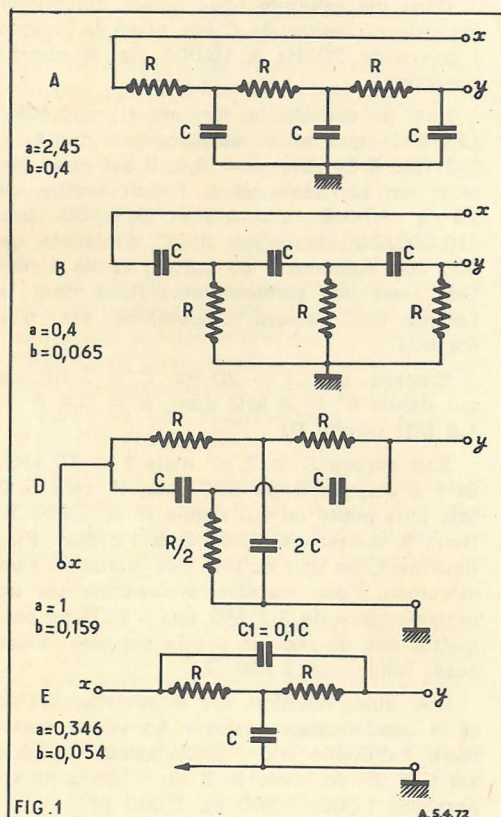

FIG. 1
FIG. 1 bis
Il y a deux circuits de déphasage : à résistances série et capacités shunt (voir figure 1A) et à capacités série et résistances shunt (voir figure 1 B).
Pour le circuit déphaseur à 3 capacités shunt et 3 résistances série (fig. 1 A) on a :  $a = 2,45$ . Pour le circuit à 3 résistances shunt et 3 capacités série (fig. 1 B) on a :  $a = 1/2,45$  ce qui donne  $a = 0,408$ , pratiquement  $a = 0,4$ . Lors du calcul, ne pas oublier  $2\pi = 6,28$  qui multiplie RC.
Dans ce cas, pour le montage à R série (fig. 1 A) on aura  $b = 2,45/6,28 = 0,405$  pratiquement 0,4 donc
Dans le cas du montage à R shunt (fig. 1 B) on aura  $b = 0,4/6,28 = 0,065$  d'où la formule :
Dans notre précédent article, pour le montage avec le déphaseur de la figure 1 B, on a établi expérimentalement, d'après les données d'un montage pratique, la formule  $f = a/(2\pi RC)$  avec  $a = 0,25$ . La formule donnée par les ouvrages théoriques indique  $a = 0,4$ . La différence est importante et provient du fait que si les résistances matérielles R sont égales, en réalité les deux résistances extrêmes sont shuntées par les résistances présentées par les transistors à l'entrée et à la sortie. De plus, les capacités d'entrée et de sortie du transistor interviennent également pour modifier la formule si elle est relevée de cette manière.
De même, dans le montage de la figure 1 A, les capacités périphériques sont shuntées par les résistances d'entrée et de sortie du transistor.
Dans le montage à pont de Wien, l'élément de déphasage est indiqué en (C), figure 1.
Le schéma du déphaseur est donné par la figure 1 (D). Les formules de l'oscillateur en pont de Wien sont applicables également à cet oscillateur donc :
Le réseau en T ponté est donné par la figure 1 (E). La valeur de a est 0,346 et celle de b est  $0,346/6,28 = 0,054$  d'où les formules :